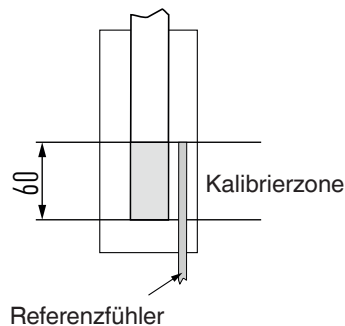

Abb. 2
- Das sensitive Element des Thermometers ist optimal ausgerichtet, wenn das Thermometer auf dem Boden aufsitzt (siehe Abb. 2).